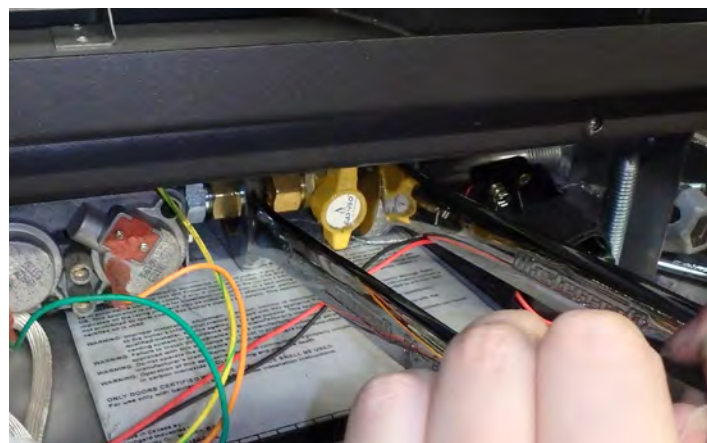

Figure 20.8.08:
**Note :** Lors de la remise en place de la conduite d'entrée de gaz, calez le raccord sur le côté opposé de la vanne de gaz. La poignée de la vanne de gaz doit faire face à l'avant du foyer une fois installée (voir **Figure 20.8.03** et **Figure 20.8.08**).